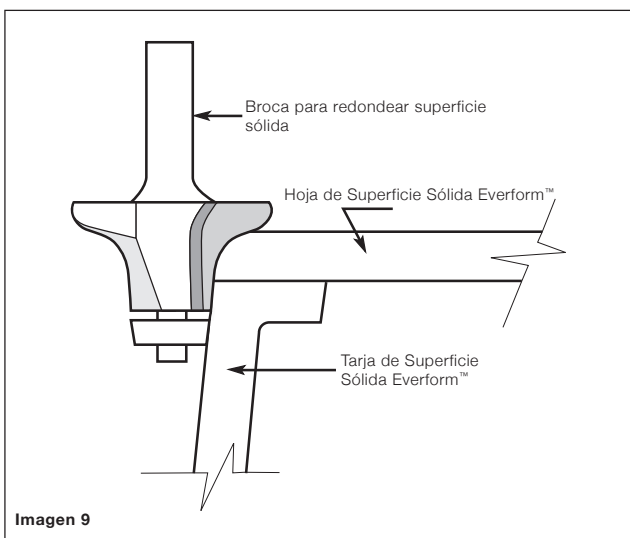

Imagen 9
- Profile el borde de la tarja con una broca para redondear superficie sólida. Ejecute a 22,000 RPM (ver imagen 9).